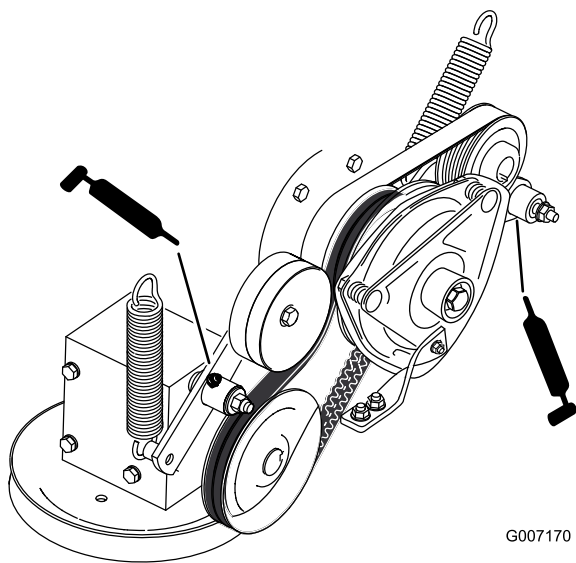

Figura 33
7. Engrase el brazo tensor de la correa de transmisión de la PTO (Figura 33).
8. Engrase el brazo tensor de la correa de la bomba (Figura 33).